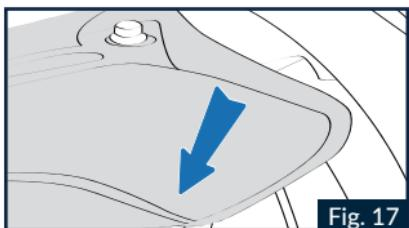

Fig. 17
der linken Wangenpolsterung im Zwischenraum zwischen der hinteren Dichtung und der Polystyrol-Innenschale herausziehen. Anschließend die Wangenpolsterung komplett aus dem Helm herausnehmen (Abb.17).
- 6.1 Die hintere Lasche der Komfortpolsterung der linken Wangenpolsterung in den Zwischenraum zwischen der hinteren Dichtung und der Polystyrol-Innenschale einstecken (Abb.17).